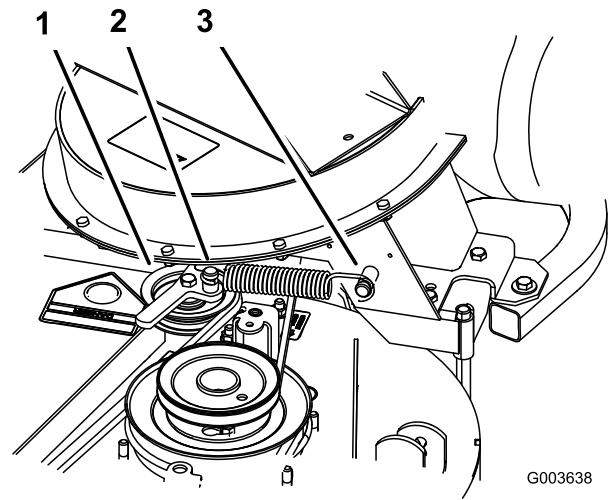

Bild 20
4. Setzen Sie die Feder ein, siehe Bild 20.